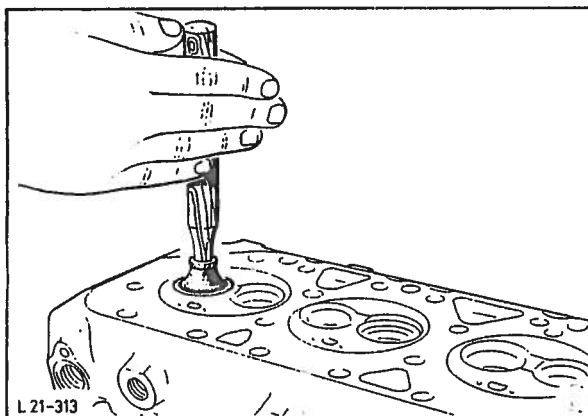

Fig. 122 Sliping av ventiler.
9. Slip ventilen, fig. 122. Fres ventilsetene hvis nødvendig. Fjern alle spor av slipe-pasta fra ventiler og topplokk.